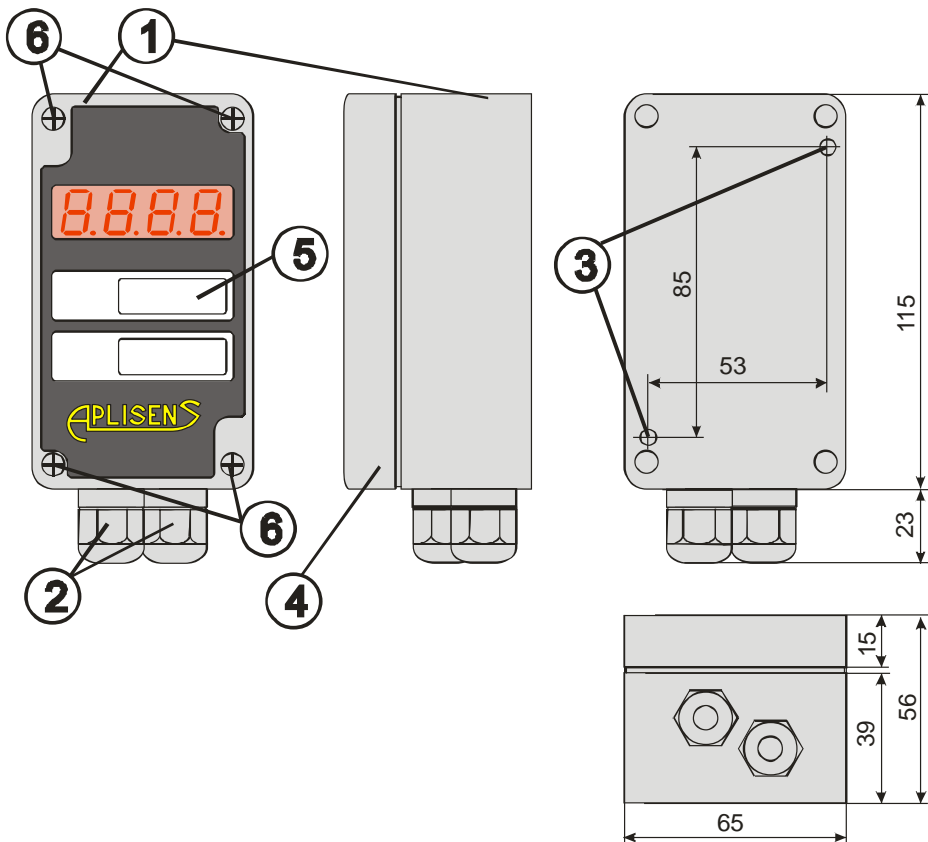

Рисунок 1 Общий вид измерителя
1.3 Конструктивно измеритель выполнен в пыле-влагозащищённом корпусе **1**, изготовленном из пластмассы повышенной прочности. В нижней части корпуса расположены сальниковые вводы **2** для монтажа электрических соединений кабелем диаметром 4... 8 мм (см. рисунок 1).
2.1 Измеритель крепится в любом положении удобном для пользователя с помощью отверстий **3**, доступ к которым возможен после снятия лицевой крышки **4**, предварительно открутив винты **6** (см. рисунок 1). Электрическое присоединение к цепи осуществляется кабелем, сечением не более 2,5 мм², через электрическую колодку, расположенную на плате измерителя (см. рисунок 3). Схема электрических присоединений приведена на рисунке 3.
2.2 Конфигурация измерителя осуществляется программированием, при помощи кнопок **ESC** и **ENT**, расположенных, за лицевой панелью (см. рисунок 2). Доступ к кнопкам возможен после снятия лицевой крышки **4** и лицевой панели **5**, открутив четыре винта **6** (см. рисунок 1). Для того, чтобы приступить к настройке параметров измерителя необходимо активировать режим конфигурации. Для этого необходимо переставить переключку на контактной панели **J5** (см. рисунок 3) из крайнего левого положения А (режим измерений) в крайнее правое положение Б (режим конфигурации). На дисплее появится сообщение "**Edit**".